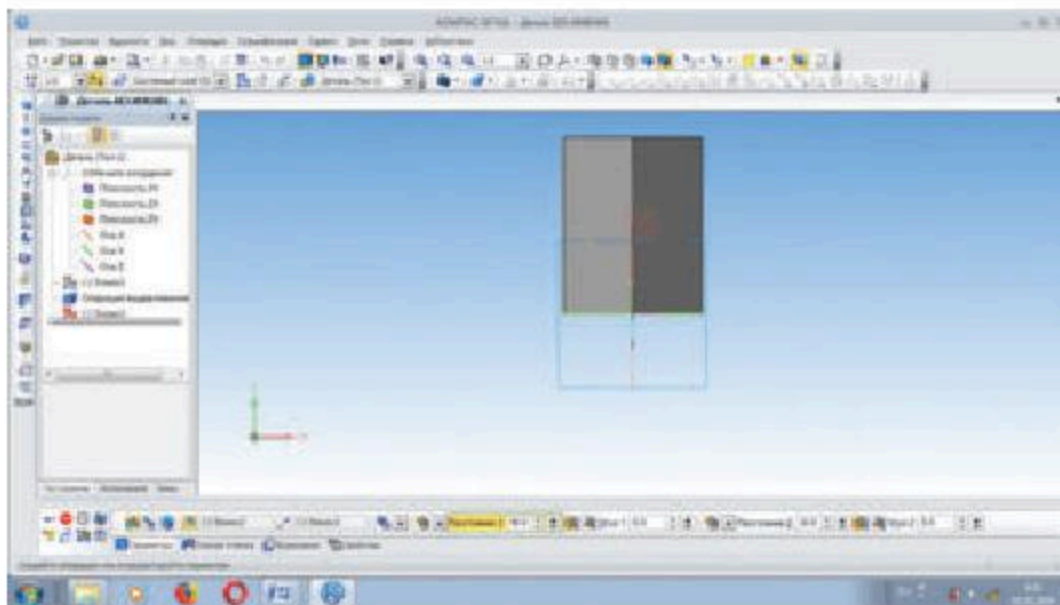

Рис. 17.7
5. Теперь приступаем к выполнению сквозного отверстия. Для этого активизируем плоскость XY, (активизированная плоскость окрасится в зеленый цвет, курсор примет вид ) . Если нажать кнопку эскиз (рис. 17.7), то получим плоскую проекцию призмы.